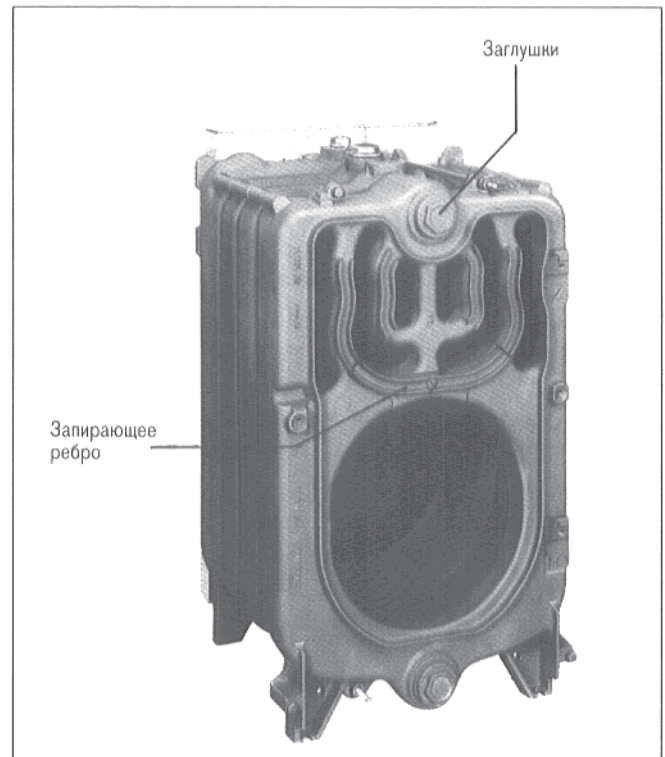

Рис. 13
2) При необходимости, посредством устранения запирающих ребер в переднем элементе (см. рис. 13), возможно повысить температуру отходящего газа. Если температура отходящего газа ниже 160 °C, то система отходящего газа должна быть выполнена так, чтобы не допустить повреждений от конденсата.
Произвести уплотнение **заглушки** в переднем элементе (рис. 13).